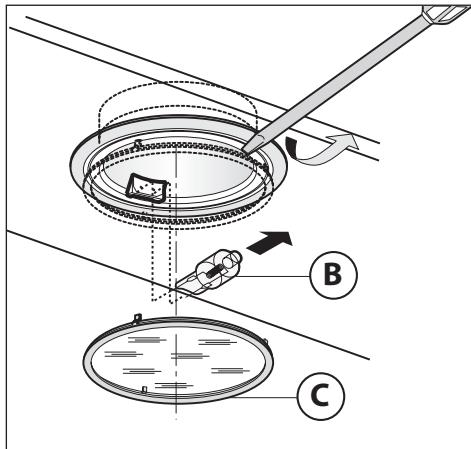

Fig.7
• **Austausch der Halogenlampen (Abb.7):**